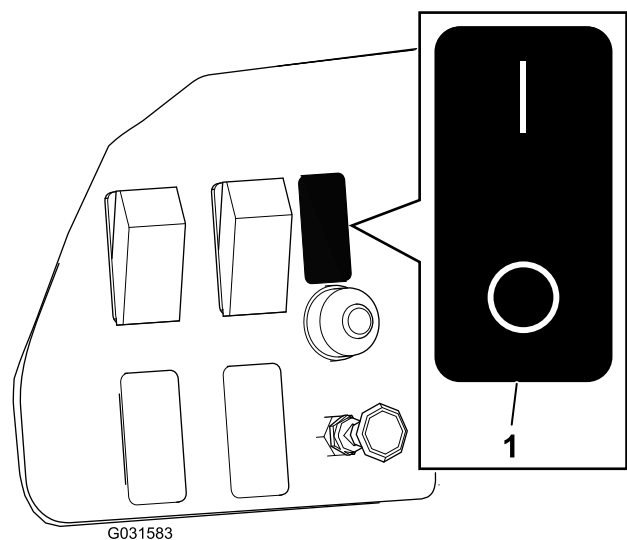

Figure 3
4. Placez l'autocollant sur la planche de bord, près de l'interrupteur (Figure 3).